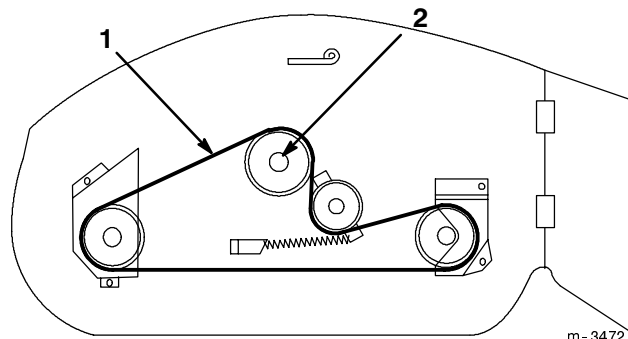

Abbildung 2
1. Den Mähwerkriemen wie in Abb. 2 gezeigt führen. Darauf achten, dass der Riemen an der unteren Mähdeckscheibe angebracht wird.